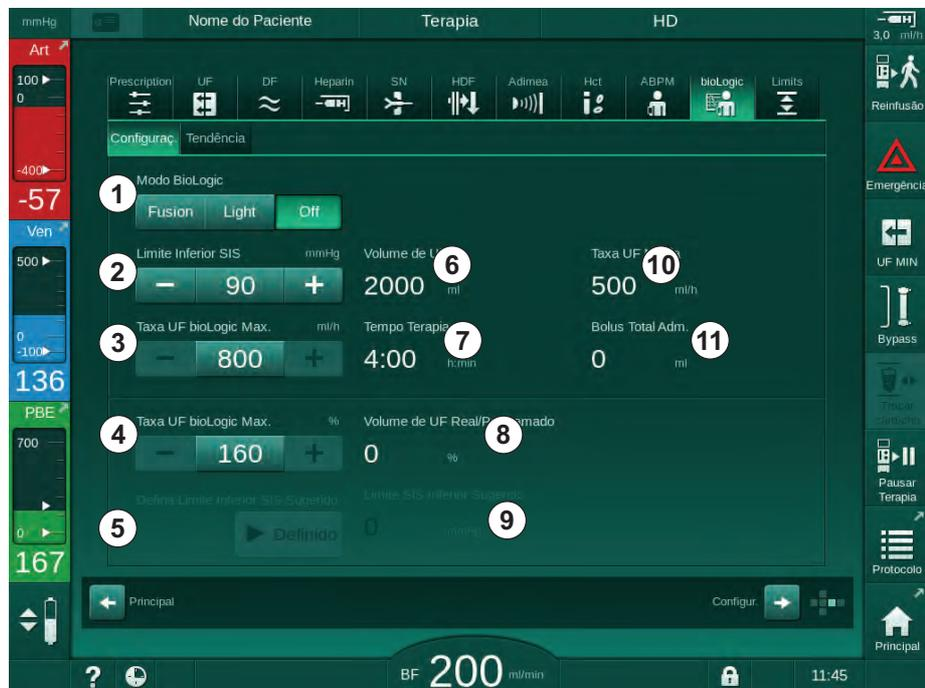

Fig. 11-22 Tela de Configurações da Fusion bioLogic
Ao ativar o SLL sugerido, o valor ⑨ em Fig. 11-22 é aceito. Opcionalmente, o limite sistólico inferior pode ser definido na posição ② .
1. Para ativar a Fusion bioLogic ou bioLogic Light, toque no botão *Fusion* ou *Light* na caixa do grupo *Modo bioLogic* (Fig. 11-22, ① ).